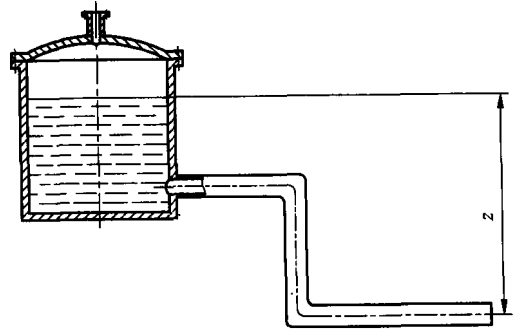

图 1-4
5. 如图 1-4 所示，一高位输送液系统。输液管为 $\phi 76 \times 3\text{mm}$ 无缝钢管，输液量为 $6\text{m}^3/\text{h}$ ，液体经全部管道（不包括排出口）的能量损失 $H_f = \frac{115u_m^2}{g}$ ，试求：